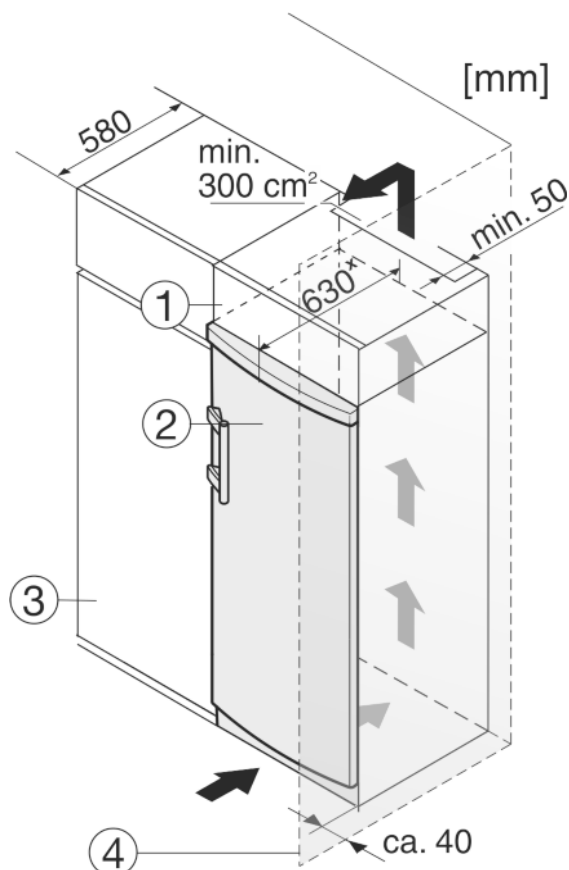

Fig. 9
- (1) Viseći ormar (3) Kuhinjski ormar
(2) Uređaj (4) Zid
Uređaj se može adaptirati za ugradnju u kuhinjski namještaj. Kako biste uređaj Fig. 9 (2) prilagodili visini kuhinjskog namještaja, iznad uređaja možete postaviti odgovarajući viseći ormar Fig. 9 (1).
Kod adaptacije s normalnim kuhinjskim ormarima (dubina maks. 580 mm) uređaj se može postaviti direktno uz kuhinjski ormar Fig. 9 (3). Uređaj stoji bočno 34 mm* i u sredini uređaja 50 mm* nasuprot pročelju kuhinjskog ormara.
Kada se uređaj postavlja s okovima pored zida Fig. 9 (4), razmak između uređaja i zida mora iznositi najmanje 40 mm. To odgovara stajanju ručice kod otvorenih vrata.